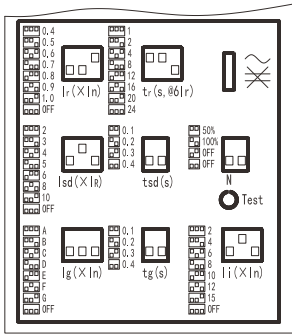
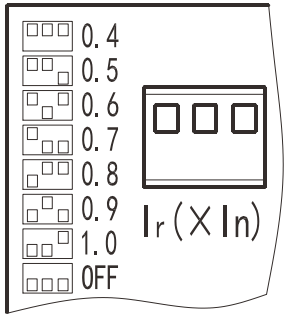

图35 四段保护调节拨码
图37 Ir=0.4In
② 设置状态：四段保护设定值由拨码调节设定，将拨码按照其左侧形状进行上下调节，则可实现对应参数的更改，示例见图35～图37更改保护参数须在缺省界面进行，若不在缺省界面进行更改保护参数，则修改之后须按“返回”键，设定值才能实现变更。